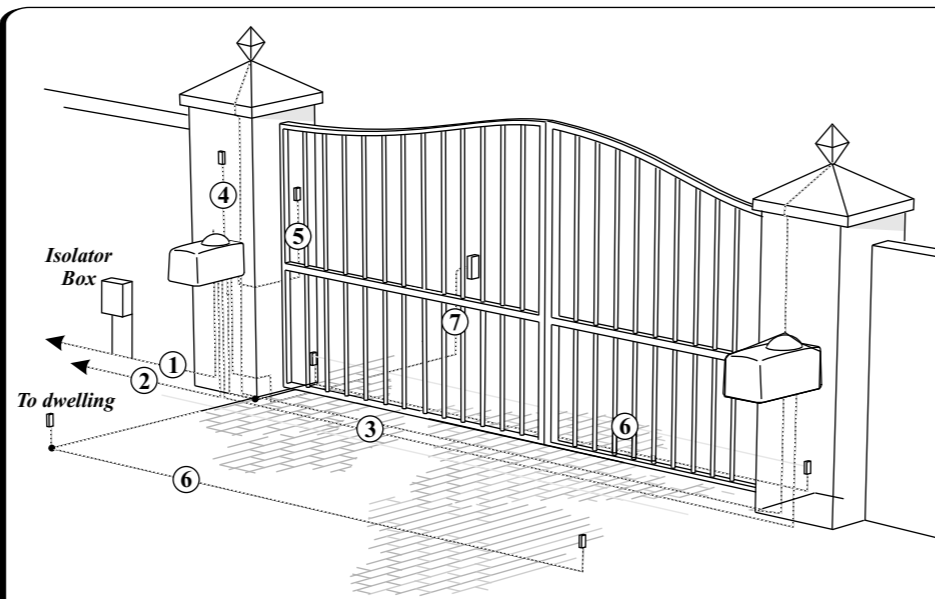

Figure 9 Matériel nécessaire pour le câblage
- Faites passer les câbles selon le schéma de la Figure 9